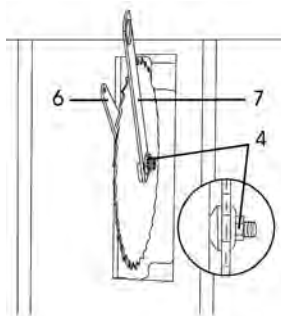

fig. 16 – montagem da lâmina de serra
5. Insira a lâmina no eixo da máquina (3), os dentes da lâmina de serra devem estar voltados para frente da máquina;
6. Instale o flange (5), certifique-se de que o flange esteja bem encaixado, faça o aperto utilizando a porca (4);
7. Para dar o aperto final utilize as chaves (6) e (7), conforme fig. 16;